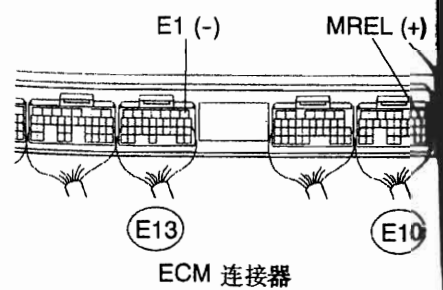

图 2-2-112
将点火开关转到 ON 位置, 如图 2-2-112 所示, 检测 ECM 连接器端子 E10-8(MREL)与 E13-1(E1)间电压, 应为 9~14V
(1) 脱开 ECM 连接器, 从发动机室继电器盒内拔出 EFI 继电器, 参见图 2-2-21 和图 2-2-112, 检测 EFI 继电器插座端子 1 与 ECM 连接器端子 E10-8(MREL)间的导通性, 应导通。检测 EFI 继电器插座端子 1 或 ECM 连接器端子 E10-8(MREL)与车身接地间的导通性, 应不导通